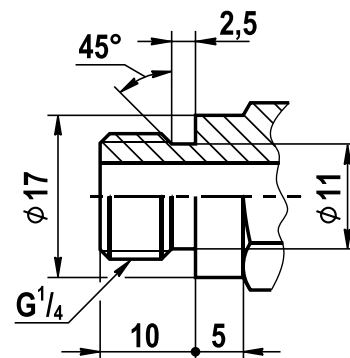

Рис. 12-1
9. Для подключения устройств или приборов в корпусе регулятора предусмотрены отверстия с резьбой G1/4, закрытые заглушками. Рекомендуемая форма конца присоединяемого штуцера, предназначенного для подсоединения датчика-реле давления и вкручиваемого в корпус регулятора, приведена на рис. 12-1. Применяемое для уплотнения соединения - кольцо резиновое 014-017-19 ГОСТ 9833 ($d_{\text{внутр.}}=13,6$ мм; $s=1,9$ мм). Для уплотнения резьбы в месте подключения приборов используйте ленту ФУМ или аналогичный уплотняющий материал.